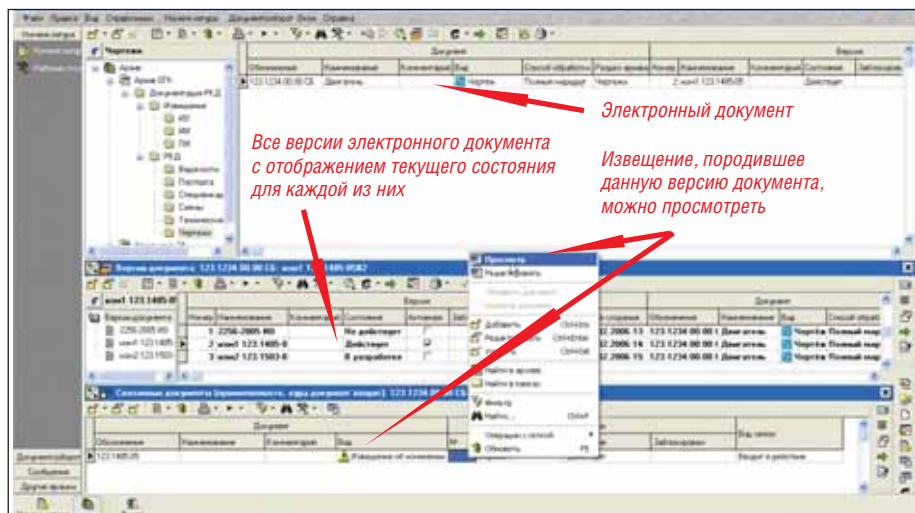

Рис. 13. Версии документа и извещение, связанное с одной из них
- эффективный доступ к документам и соответствующим извещениям (рис. 13);